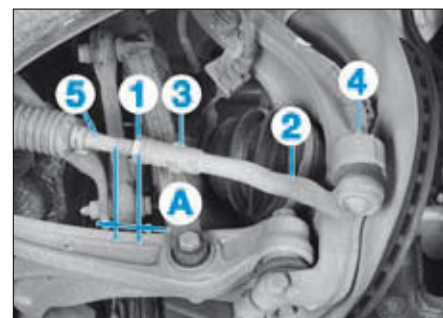

FIG. 9
- Mesurer la cote (A) (Fig.9).
- Débloquer le contre écrou (1) en maintenant la rotule (2) par les méplats (3).
- Déposer l'écrou (4) de la rotule de direction.
- Extraire la rotule de direction (2) du pivot.
- Dévisser la rotule (2) de la biellette (5).